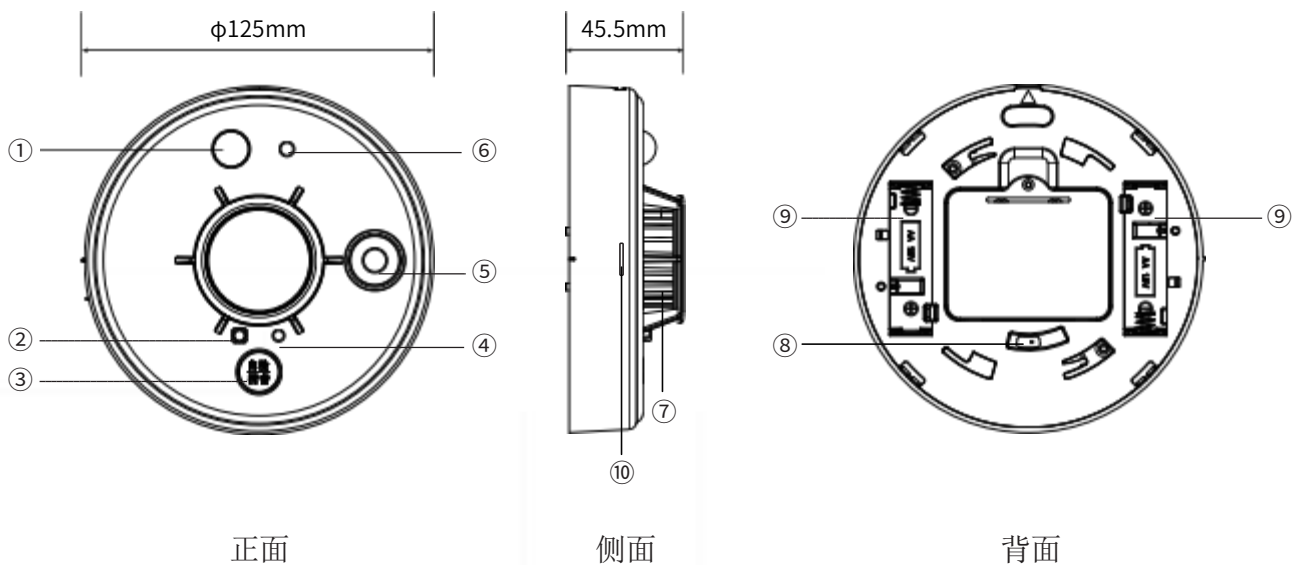

图 1-1
1. 将 2 节 AA 碱性电池装入报警器电池仓内【注意电池正负极】如图 1-1；
2. 按住自检按键 3S，LED 常亮，3S 后，报警器指示灯闪烁，蜂鸣器声音从小到大渐变地发出报警声，表示报警器工作正常。如不正常，应检查电池是否正确安装，如图 1-1；